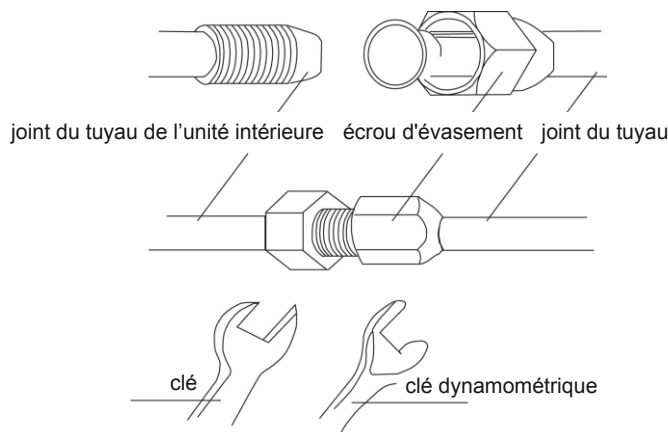

Fig 4.2
(1) Placer le raccord fileté au centre de l'embout d'évasement du tuyau en cuivre et serrer manuellement comme indiqué sur la fig 4.2.
(2) Serrer l'écrou d'évasement à l'aide de la clé dynamométrique.